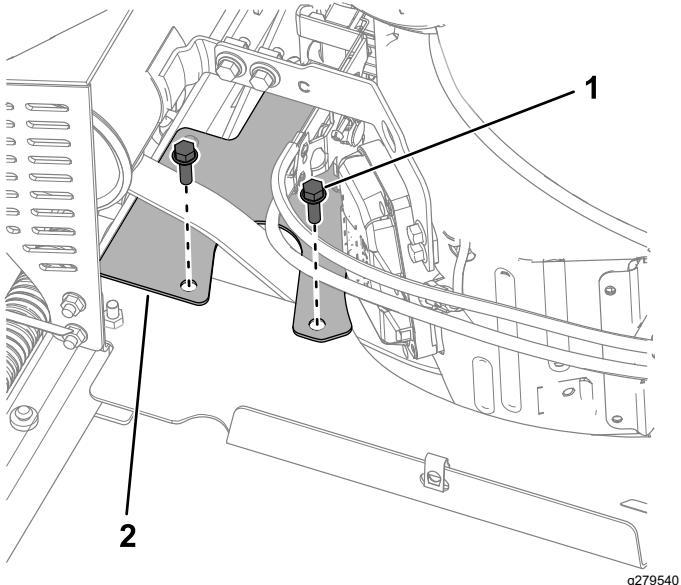

Figura 35
2. Retire los 2 pernos ( $5/16'' \times 1''$ ) y el protector de la correa (Figura 35).